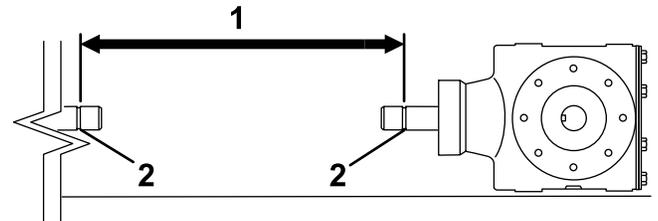
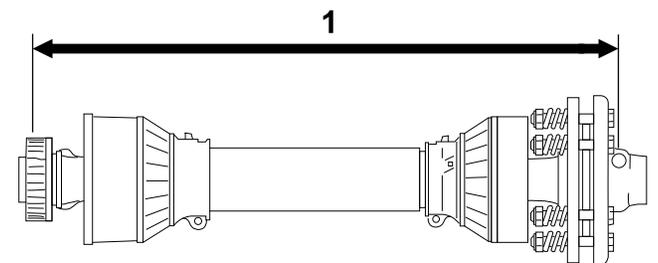

Figura 14
Figura 15
5. Misurate la distanza tra la scanalatura di bloccaggio sull'estremità dell'albero della presa di forza della motrice e la scanalatura di bloccaggio sull'albero della PDF della trasmissione dell'arieggiatore (Figura 14).
6. Misurate la distanza dal centro della sfera del perno di bloccaggio sull'estremità dell'albero della PDF al centro del perno di bloccaggio sull'altra estremità (Figura 15).
7. Scegliete la minore delle 2 misure indicate nella Figura 14 e nella Figura 12 e sottraetela dalla distanza indicata nella Figura 15. Esempio: 81 cm meno 67 cm uguale 14 cm.